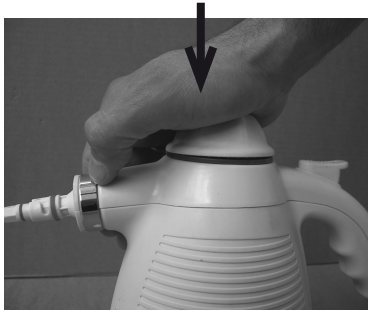

FIG. 6
3. Colocar la limpiadora de vapor sobre una mesa. Pulsar la tapa de seguridad (fig. 6) y volverla en sentido anti-horario (fig. 7) por sacarla. Introducir el embudo.